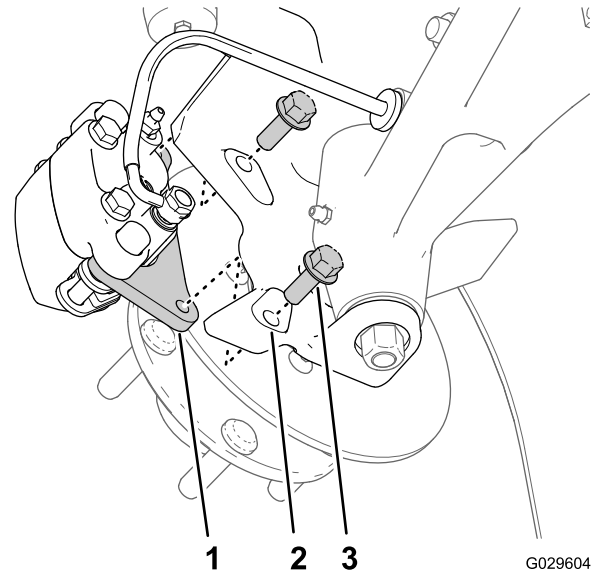
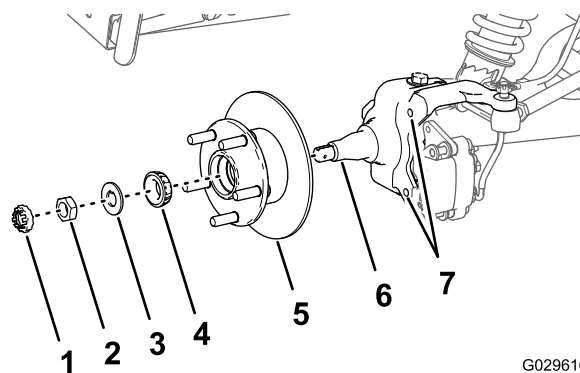

Figura 28
Figura 32
3. Retire os parafusos de cabeça flangeada (3/8 x 1 pol.) que prendem o suporte para o conjunto dos travões ao eixo e afaste o travão do eixo (Figura 28).
1. Aplique uma leve camada do lubrificante especificado no eixo (Figura 32).
2. Monte o cubo e o rotor no eixo com o rotor interior (Figura 32).
3. Monte o rolamento exterior no eixo e coloque o rolamento na correia exterior (Figura 32).
4. Monte a anilha com patilha no eixo (Figura 32).
5. Enrosque a porca do eixo no eixo e aperte a porca enquanto roda o cubo (Figura 32).
- Alinhe as pastilhas dos travões com cada lado do rotor (Figura 28) e os orifícios no suporte da pinça com os orifícios na montagem dos travões da estrutura do eixo (Figura 32).
- Monte o suporte da pinça na estrutura do eixo (Figura 28) com os 2 parafusos de cabeça flangeada (3/8 x 1 pol.) e aperte os parafusos com 47 a 54 N·cm.